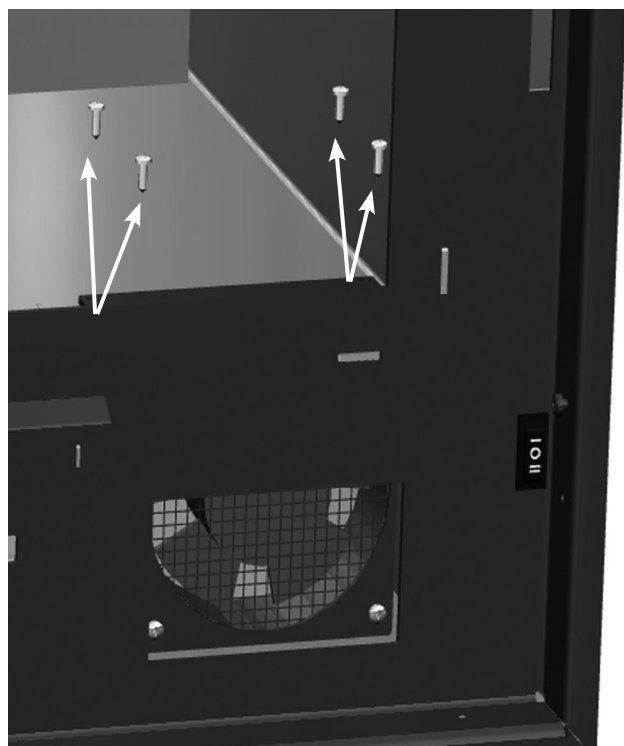
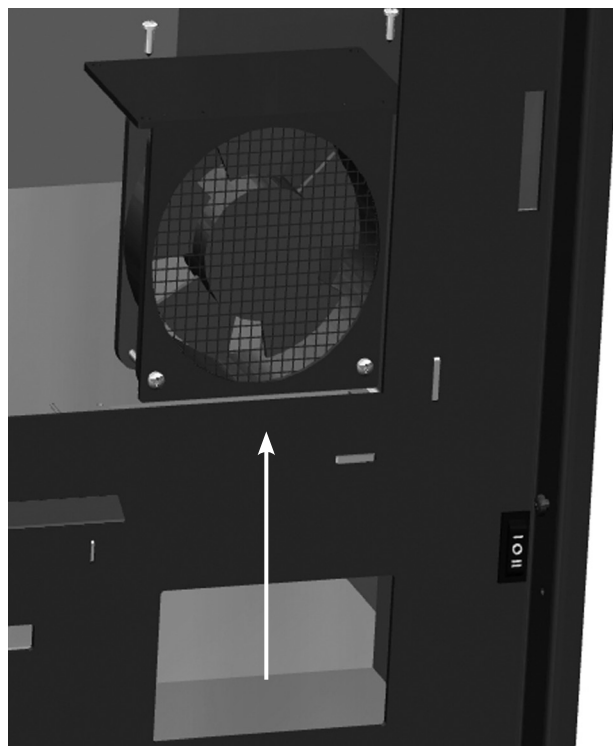

FIG. 2
FIG. 3
2. Desserrer les 4 vis supérieures qui fixent l'ensemble ventilateur et extrayez-le de son logement en tirant délicatement vers le haut (Fig. 2 et Fig. 3).